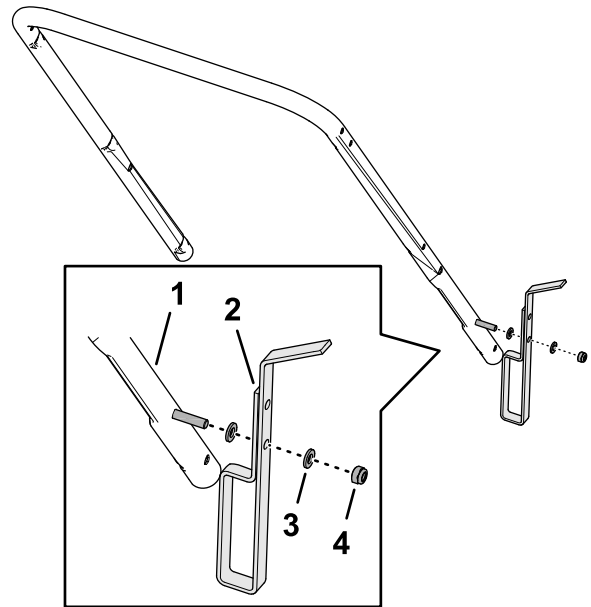

Figura 4
2. Alinhe o furo no batente com o parafuso na pega inferior (Figura 4).